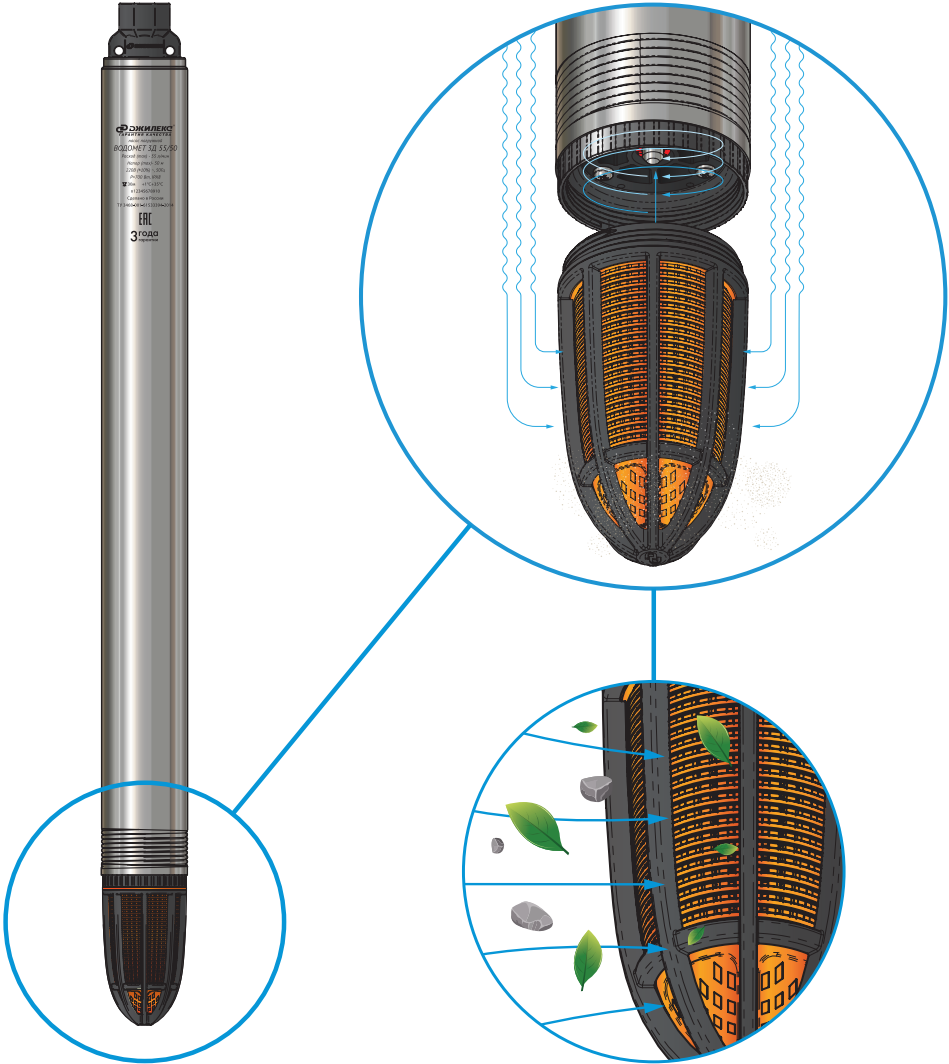

Рисунок 2
- Водозабор происходит в нижней части насоса через съемный сетчатый водозаборный фильтр (рисунок 2). Фильтр снижает риск попадания в насос посторонних предметов, предотвращает всасывание грязи и песка. Конусообразная форма фильтра облегчает опускание в скважину и исключает заклинивание насоса на стыках обсадных труб.